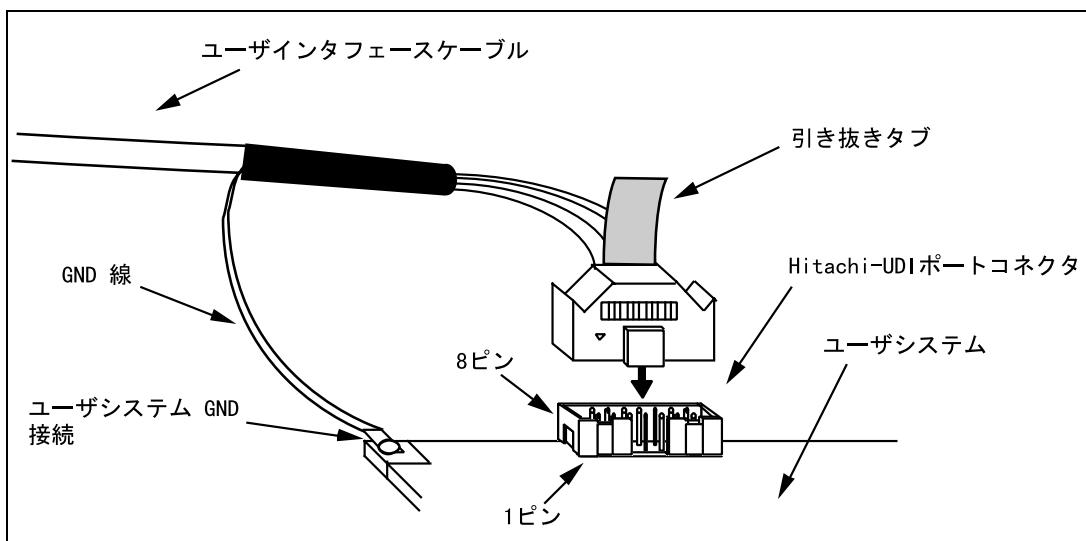

図 2.4 ユーザシステム側のユーザインターフェースケーブル接続方法
- (2) コネクタのピン配置は、「6.2章 H-UDIポートコネクタのピン配置」に示すように配置されています。
- (3) コネクタ使用時のユーザインターフェースケーブルの接続方法を図2.4に示します。ケーブルのGND線はユーザシステムのGNDに接続してください。また、GNDにネジ止めする場合はØ3 (mm)のネジを用意してユーザシステムのGNDに接続してください。